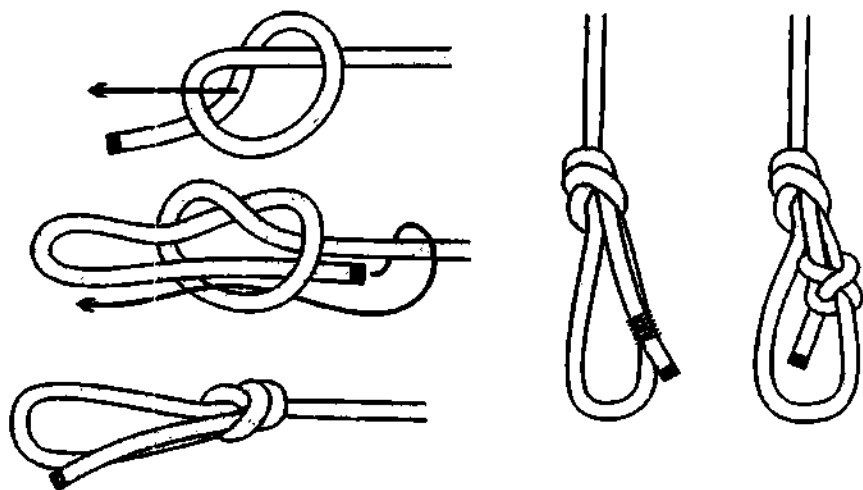

Рис. 263. Полупроводник.
**Полупроводник** представляет собой «недовязанный» **проводник** (**дубовую петлю**) (рис. 263). Если ходовой конец у **полупроводника** обнести вокруг рабочей петли и пропустить в **простой узел**, получится **проводник**. В отличие от **простого проводника**, **полупроводник** легко развязывается. Не смотря на свою простоту **полупроводник** достаточно крепкий узел. Перед использованием узел необходимо расправить и обтянуть – сначала затянуть **простой узел**, а затем обжать шлаг ходового конца.